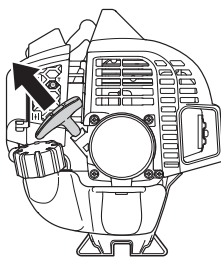

Fig. 11
- (4) Tire enérgicamente del arrancador de retroceso, tomando la precaución de mantener el asidero bien sujeto para evitar que se escape de la mano. (Fig. 11)
(6) Vuelva a tirar enérgicamente del arrancador de retroceso. (Fig. 11)